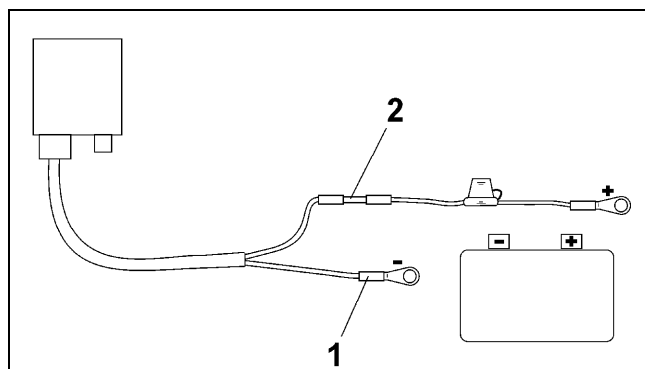

Fig. 4
- Introduzir o fio azul (massa) na lingueta circular (Fig. 4/1).
- Introduzir o fio castanho (+ 12 Volt) na extremidade livre do ligador de topo (Fig. 4/2).
- Fazer a retracção do ligador de topo (Fig. 4/2) com uma fonte de calor (isqueiro ou soprador de ar quente) até que saia cola.